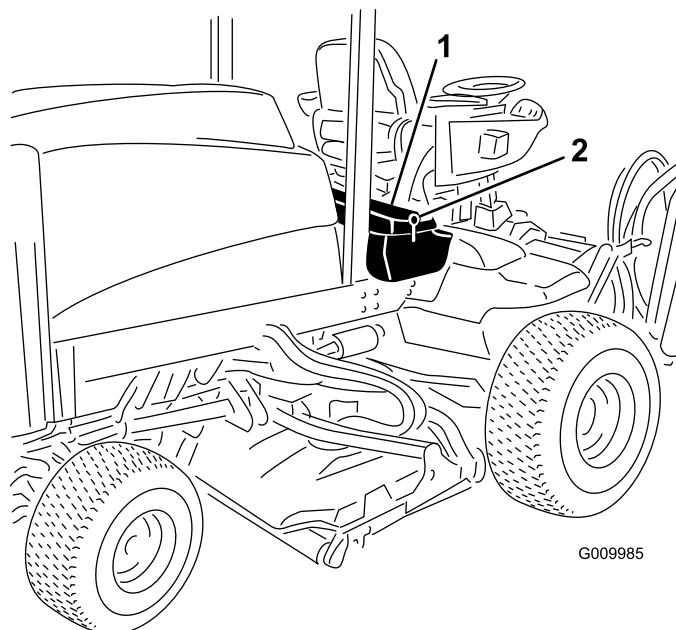
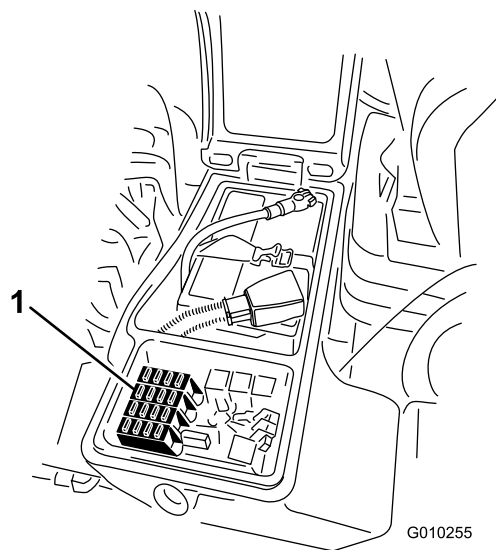

Рисунок 51
Рисунок 52
- Ослабьте фиксацию защелки крышки правого вещевого отсека и поднимите крышку (Рисунок 51), чтобы получить доступ к блоку предохранителей (Рисунок 52).
- Замените открытый плавкий предохранитель (предохранители) при необходимости (Рисунок 52).
- Закройте крышку правого вещевого отсека и зафиксируйте ее защелкой (Рисунок 51).